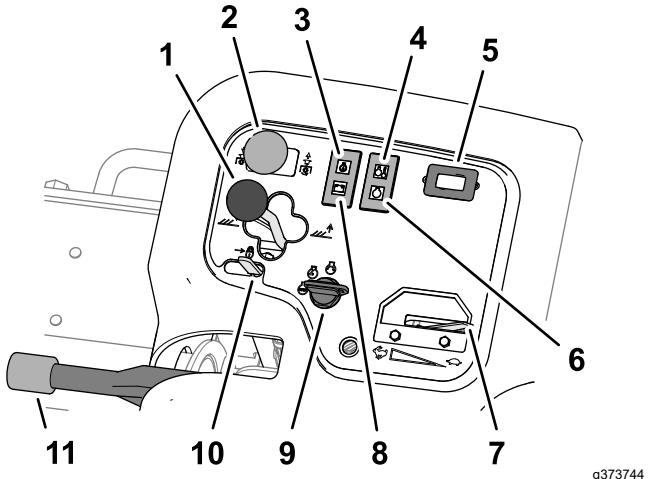

Figura 41
- Para bajar las unidades de corte al suelo, presione hacia delante la palanca de desplazamiento de la unidad de corte a la posición de BAJAR (Figura 41).
El interruptor de transmisión de las unidades de corte (Figura 41) tiene dos posiciones: ENGRANAR y DESENGRANAR. El interruptor basculante acciona una válvula de solenoide del banco de válvulas para accionar las unidades de corte.
El indicador de presión del aceite (Figura 41) se enciende si la presión de aceite del motor cae por debajo de un nivel seguro.
El indicador de advertencia de temperatura (Figura 41) se enciende si la temperatura del refrigerante del motor es alta. A esta temperatura, las unidades de corte se apagan. Si la temperatura del refrigerante aumenta otros 5,5 °C, el motor se apaga para evitar daños mayores.
El contador de horas (Figura 41) muestra el número total de horas de operación de la máquina. El contador de horas empieza a funcionar cuando el interruptor de encendido se mueve a Conectado.
El indicador de la bujía (Figura 41) se ilumina cuando las bujías están encendidas.
Mueva el acelerador (Figura 41) hacia adelante para aumentar la velocidad del motor, y hacia atrás para reducir la velocidad.
La luz del alternador (Figura 41) se apaga cuando el motor está en marcha. Si la luz del alternador se ilumina cuando el motor está en marcha, compruebe el sistema de carga y repárelo si es necesario.
Utilice el interruptor de encendido (Figura 41) para poner en marcha el motor y las luces. El interruptor de encendido tiene 3 posiciones:
Mueva el bloqueo de la palanca de elevación (Figura 41) hacia atrás para impedir que desciendan las unidades de corte.
Cada vez que se apaga el motor, ponga el freno de estacionamiento (Figura 41) para evitar que la máquina se desplace accidentalmente. Para accionar el freno de estacionamiento, tire de la palanca hacia arriba y, para quitarlo, presione la palanca hacia abajo.